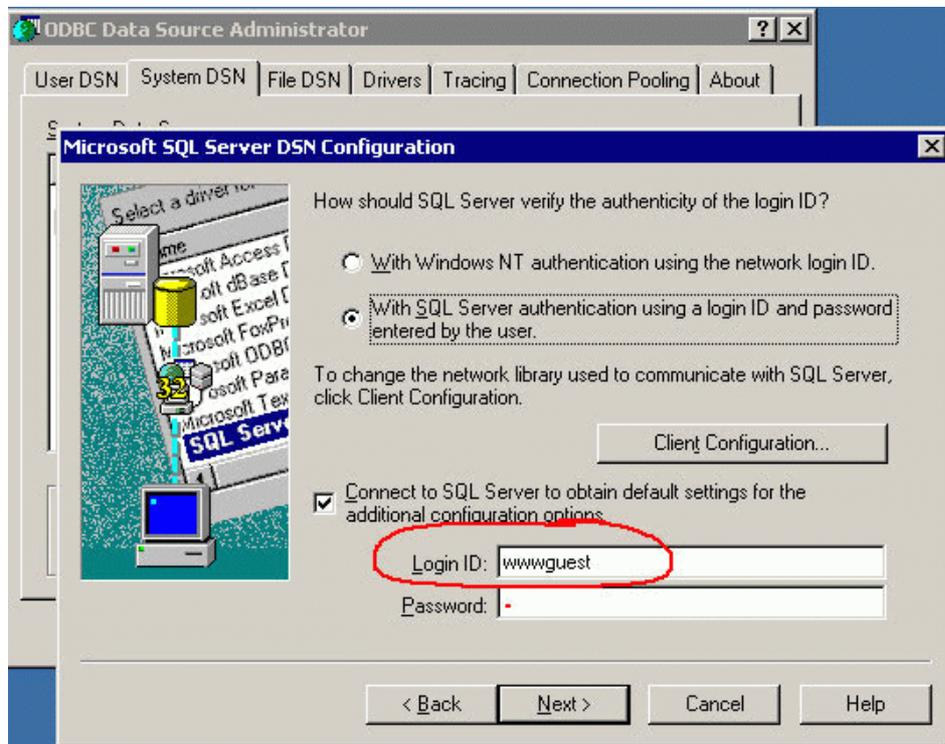

Рис. 9
1. Указать имя входа **wwwquest**, пароль **www** (Рис. 9).